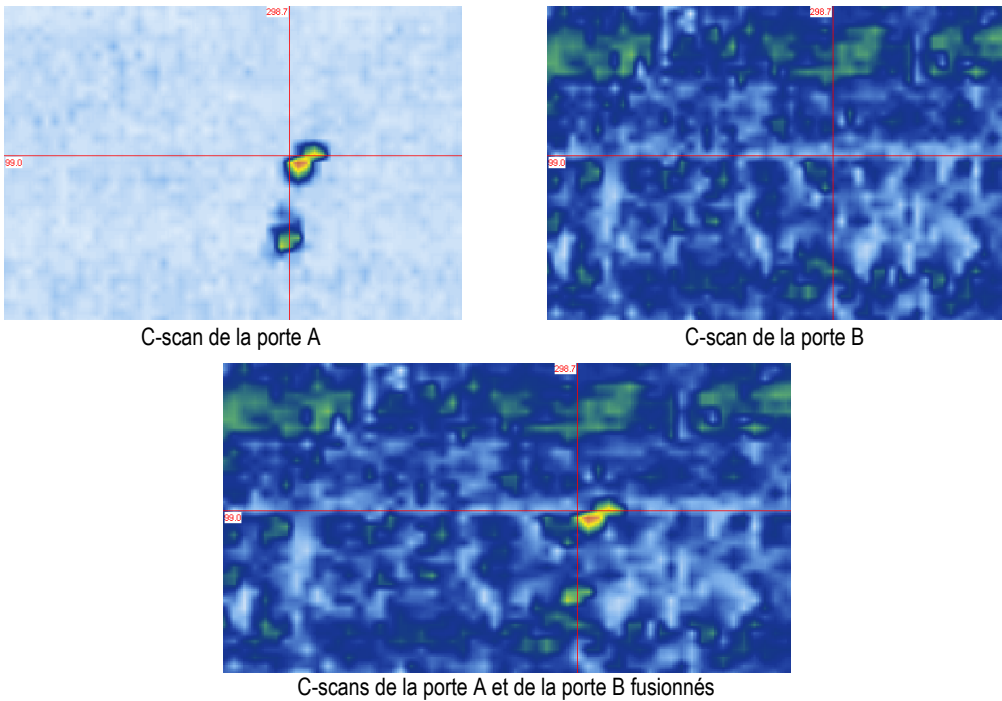

Figure 7-25 Exemple de fusion des C-scans de la porte A et de la porte B
- Fusionner les images C-scans de différentes portes (même si la position et la longueur des portes ont été modifiées). Peut servir à l'inspection des pièces multicouches collées (voir la Figure 7-25 à la page 382).